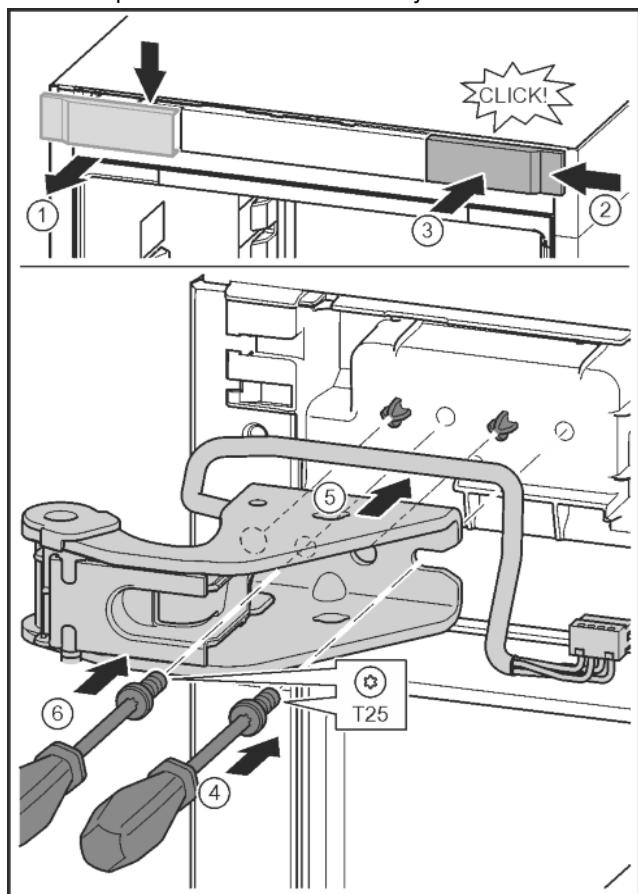

Fig. 31
- ▶ Kryt uvolněte a sejměte do strany. Fig. 31 (1)
- ▶ Kryt otočený o 180° zavěste na druhé straně zprava. Fig. 31 (2)
- ▶ Zaklapněte kryt. Fig. 31 (3)
- ▶ Šroubovákem T25 nasadíte šrouby. Fig. 31 (4)
- ▶ Nasadíte horní stojan ložiska. Fig. 31 (5)
- ▶ Utáhněte šroub. Fig. 31 (4)
- ▶ Šroubovákem T25 vložte šroub a utáhněte. Fig. 31 (6)